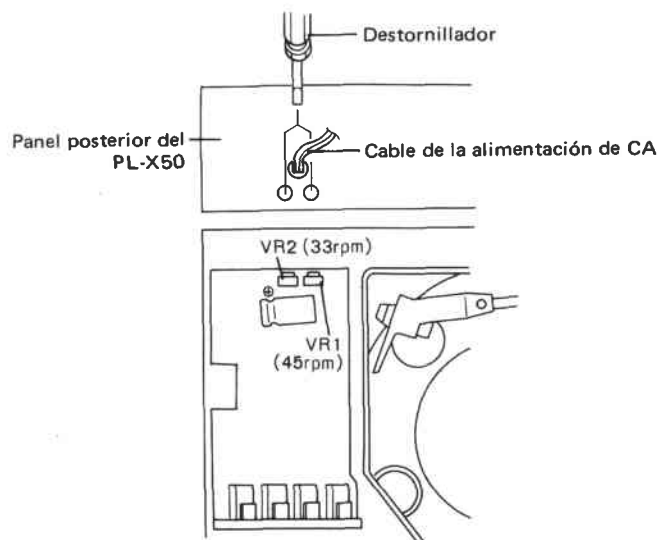

Fig. 12-5 Ajuste de la velocidad del motor del giradiscos
2. Ajustar el VR de ajuste de la velocidad, de la parte posterior del aparato. Al ajustar este VR, si hay contacto entre la cubierta y el VR, se afectará la velocidad de rotación. Cuando se utilice un destornillador metálico para realizar este ajuste, enropear siempre en torno al mango del destornillador y intentar no hacer contacto con la cubierta (Fig. 12-5).